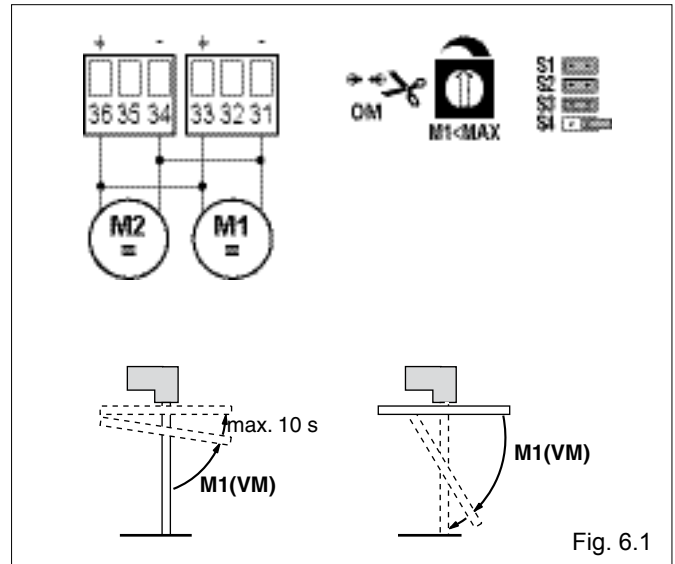

Fig. 6.1
- (Fig. 6.1) **Gebruik zonder eindeloop schakelaars**